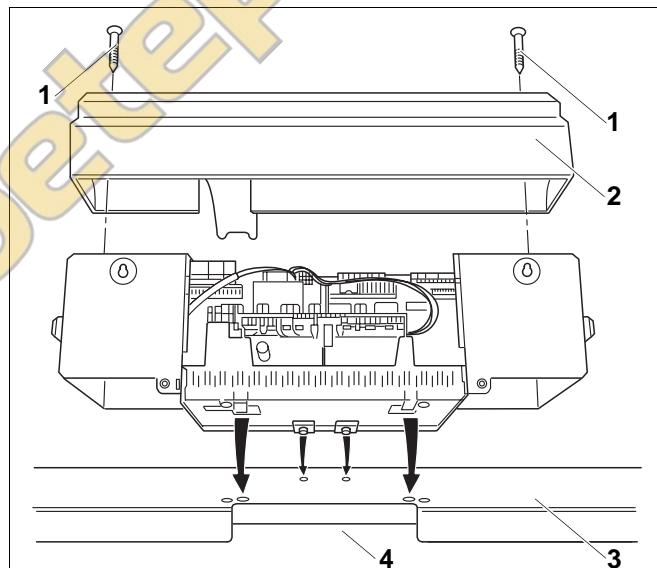

Рис. 59 Установка системы управления
- Открутить оба винта (рис. 59, поз. 1) крышки клеммного щитка (рис. 59, поз. 2), сняв ее вверх.
- Слегка наклонив систему управления вперед, установить ее так, чтобы передние крюки вошли в овальные отверстия. Систему управления подвинуть вперед и отклонить назад до защелкивания обоих упругих крюков справа и слева (стрелки на рис. 59).
- Капиллярные трубы провести через кабельный проход (рис. 59, поз. 4) и развернуть на требуемую длину.
- Прикрутить двумя болтами систему управления сзади справа и слева в кабельном проходе (рис. 59, поз. 4) к передней крышке котла.